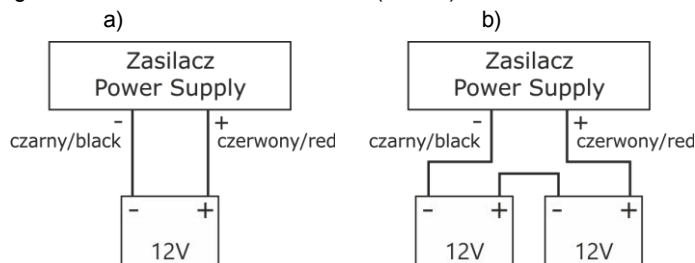

Abb. 5. Anschluss der Batterien je nach Spannungsversion des Netzteils:
- Setzen Sie die Batterie(n) in den dafür vorgesehenen Bereich des Gehäuses ein. Schließen Sie die Batterien an das Netzteil an und achten Sie dabei besonders auf die richtige Polarität und Art der Anschlüsse (Abb. 5):